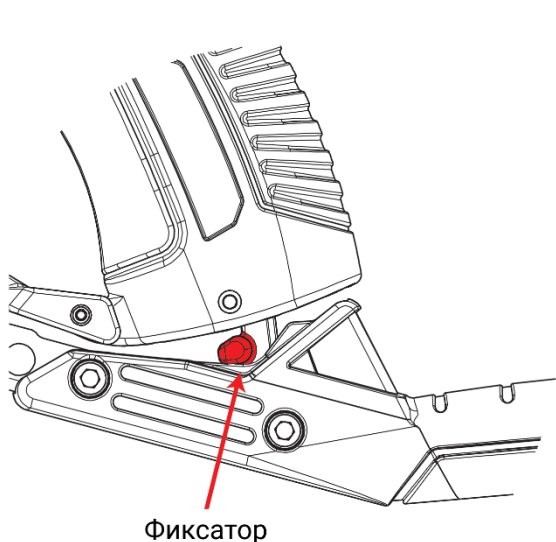
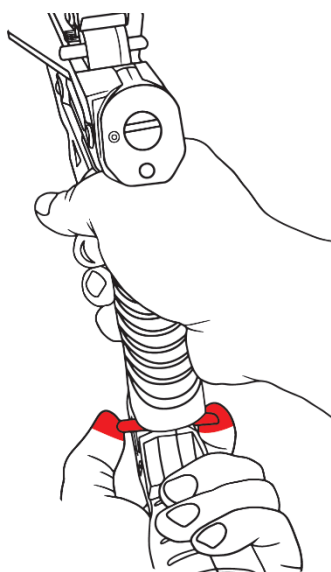

Рис.7
Рис.8
3. На взводном рычаге располагается специальный фиксатор. (Рис.7). Большим и указательным пальцами потяните фиксатор назад для отсоединения взводного рычага от рукоятки арбалета (Рис.8).